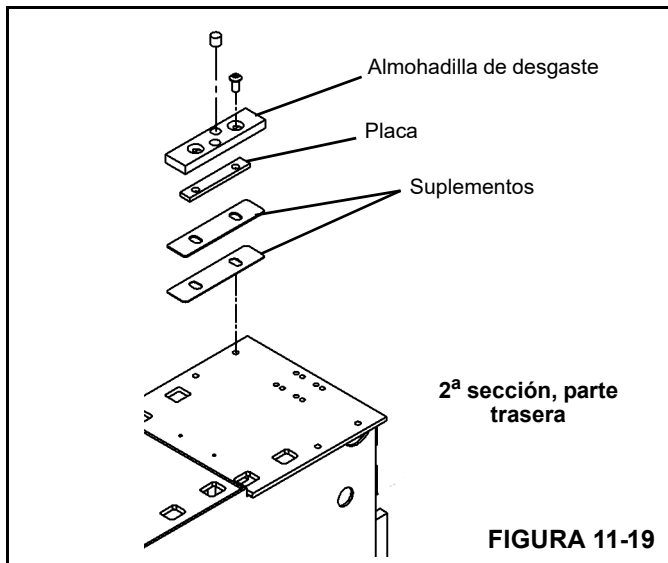

FIGURA 11-19
6. En el extremo de la base de la 2ª sección, instale la almohadilla de desgaste superior y la placa (Figura 11-19).